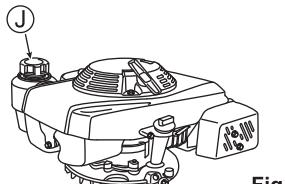

Fig. 9
- 2 Remova a tampa do tanque de óleo (U) e verifique se o nível está entre os limites inferior e superior do indicador.
- 4 Feche firmemente a tampa do tanque de óleo (U) depois da verificação.
- 1 Abra a tampa do tanque de combustível (J) e abasteça com gasolina. Limpe Se derramar gasolina, seque imediatamente com um pano. (Veja a fig. 9)